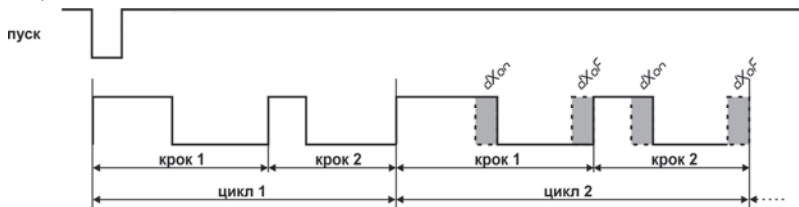

Рисунок 3.4
3.1.1.6 Після виконання чергового циклу час тривалості імпульсу в кожному кроці послідовності може автоматично змінюватися на величину « $dXon$ », а час тривалості паузи – на величину « $dXoF$ ». Для цього необхідно встановити значення цих параметрів відмінними від нуля (рисунок 3.4).